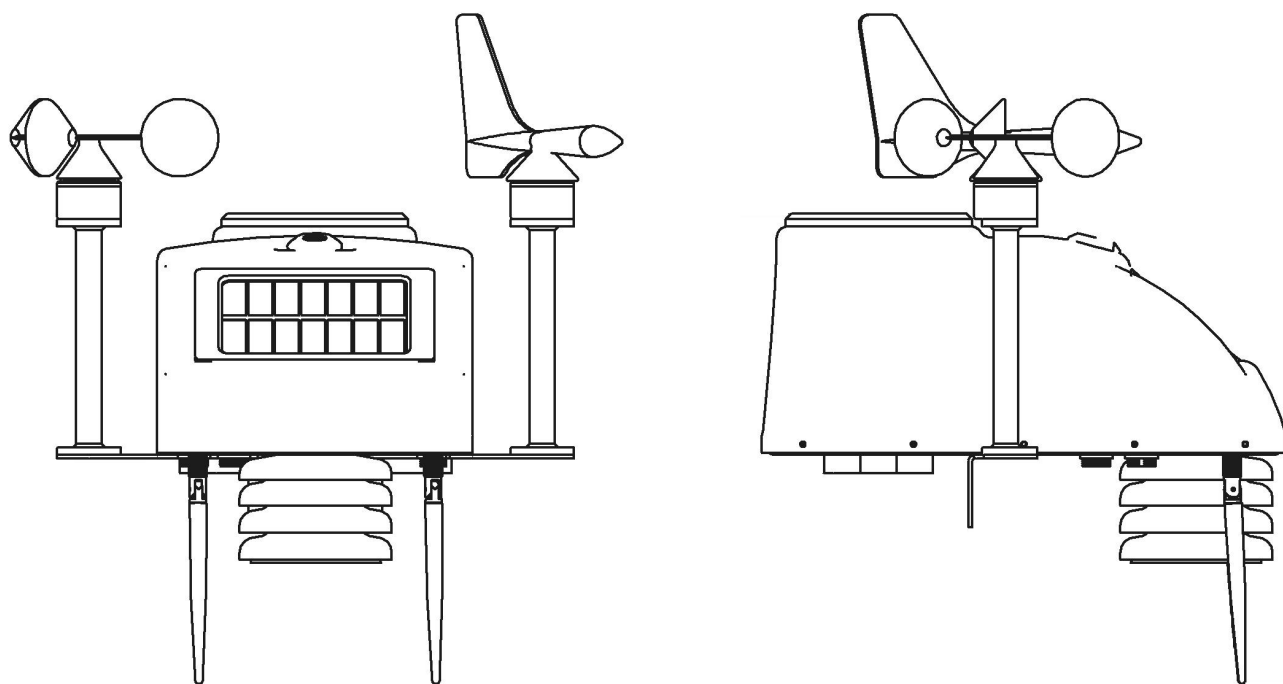

Рисунок 1 — Внешний вид станций «СОКОЛ-М1»
2.7 Внешний вид станций «СОКОЛ-М1» приведен на рис. 1.